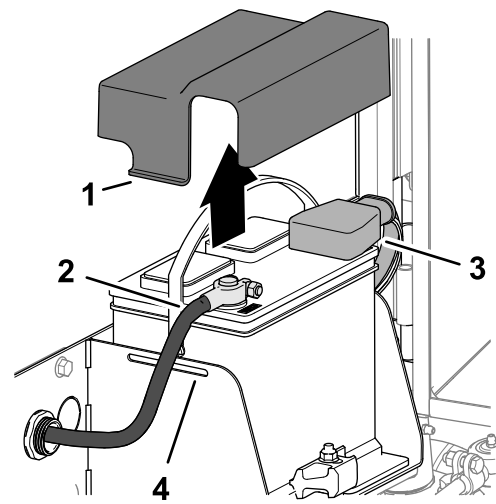

Bild 127
3. Drücken Sie die Seite der Batterieabdeckung zusammen und entfernen Sie die Abdeckung von Batteriefach (Bild 127).